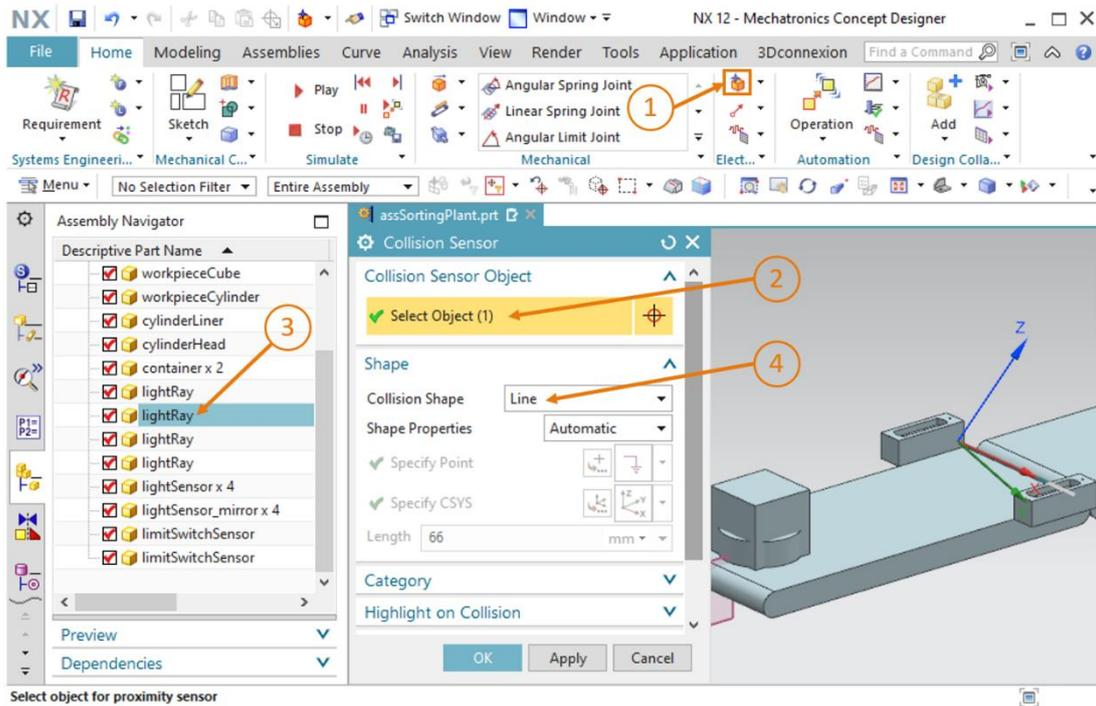

Figura 49: Creazione del sensore d'urto per il conteggio di tutti i pezzi – selezione dell'oggetto e della forma di collisione
- Selezionare il comando **"Collision Sensor"** (Sensore d'urto) nel gruppo di menu "Electrical" (Elettronica) o con la funzione di ricerca comandi (vedi Figura 49, step 1). Dopo aver fatto clic sull'icona corrispondente si apre la finestra di comando "Collision Sensor" (Sensore d'urto). Aprire il sottomenu "Collision Body Object" (Oggetto corpo di collisione) e fare clic sul pulsante **"Select Object"** (Seleziona oggetto) (vedi Figura 49, step 2). Nell'Assembly Navigator (Navigatore assiemi) selezionare **la fotocellula alla fine del primo nastro trasportatore "conveyorShort"** (vedi Figura 49, step 3). Nel sottomenu "Form" (Forma) selezionare come forma di collisione **"Line"** (Linea).